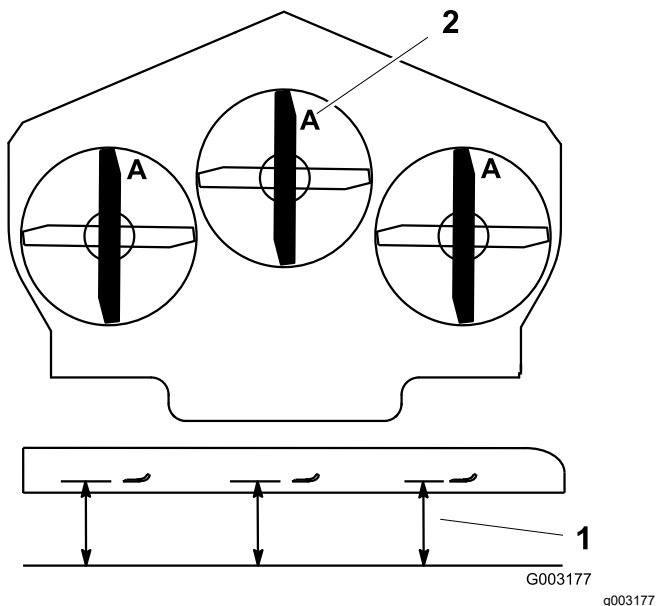

**Figura 107**
- Inspecione as extremidades de corte (Figura 107).
- Se verificar quaisquer fissuras, desgaste, ou a formação de ranhuras nesta área instale imediatamente uma lâmina nova (Figura 107).